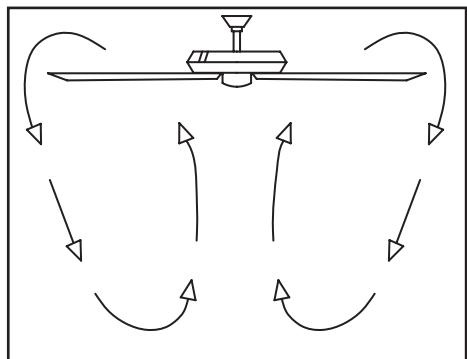

Figura 14
**Clima fresco** - (Reversa) Un flujo de aire hacia arriba mueve el aire caliente lejos del techo como se muestra en la Figura 14. Esto te permite fijar tu unidad de calefacción en una configuración más baja sin afectar tu comodidad.